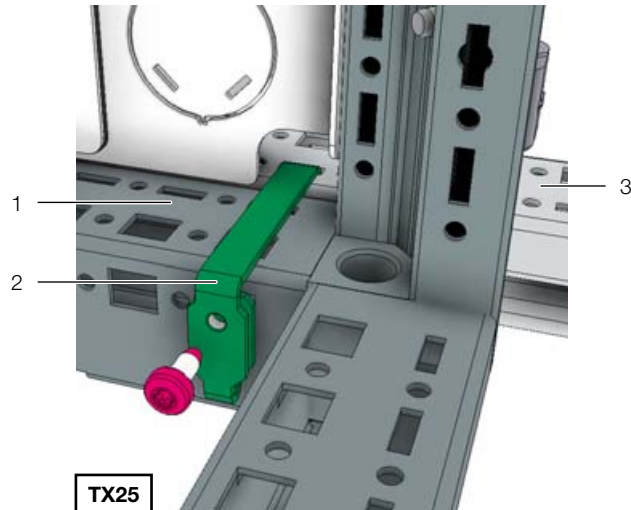

Abb. 30: Verbindungselement im hinteren Bereich
- Setzen Sie im hinteren Bereich ein Verbindungselement (Abb. 30, Pos. 2) zwischen die Rahmen des LCP Inline des Serverschranks ein.